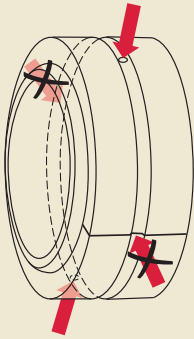

Bild 2
Loslager, die axial entlang der Welle bzw. Schraube verspannt werden, werden immer über Welle und Lagerinnenring nachgeschmiert (→ **Bild 2** auf **Seite 86**). Durch den Schmierstoffauftrag auf diesem Weg gelangt das Fett auch zwischen die Passflächen von Innenring und Wellensitz. Dadurch reduziert sich die Rei-
- Ein Einpressdorn (→ **Bild 2**) oder ein aufgesetztes Rohr. Der Ring mit fester Passung wird meist zuerst eingebaut.